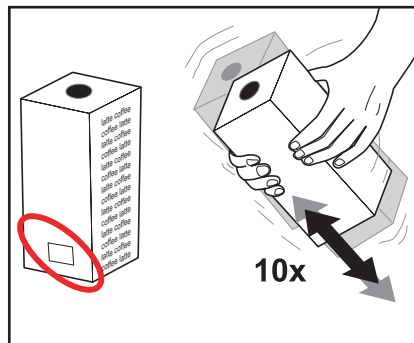

Fig. 2
- Bemærk datoen "Bedst før", der er trykt på emballagen (fig. 2).
2. Ryst produktpakken mindst 10 gange, før du sætter den ind i kaffemaskinen (fig. 2).